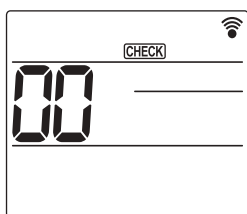

Fig. 6-8
- ① Active la unidad al menos 12 horas antes de realizar una prueba de funcionamiento.
- ② Pulse el botón **MENU** durante 5 segundos. (Fig. 6-8)